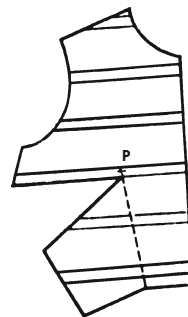

Рис. 507
Сравните рис. 507 и 509. Если вы хотите при таких полосках иметь лиф, зрительно уменьшающий фигуру, то выбирайте рис. 507.
2. После того как вы укоротите вытачку вдоль нижней границы полосы (рис. 507), переведите ее в боковой срез.
- Расчертите полосками все лекало, как показано на рис. 507.